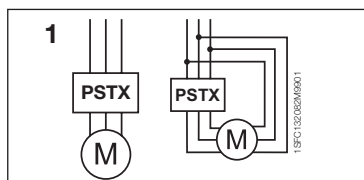

Figura 1: in linea, interno delta
2. Collegare il circuito principale: terminali 1L1 - 3L2 - 5L3 al lato linea e i terminali 2T1 - 4T2 - 6T3 al lato motore. Utilizzare un collegamento di cavi per PSTX30...105, vedere la Figura ❶ nella grafica 7, e un collegamento di terminali per PSTX142...570, vedere la Figura ❷, nella grafica 7. Gli Avviatori graduali PSTX possono essere collegati sia in modalità "in linea" che in modalità "interno delta". Vedere la Figura 1.